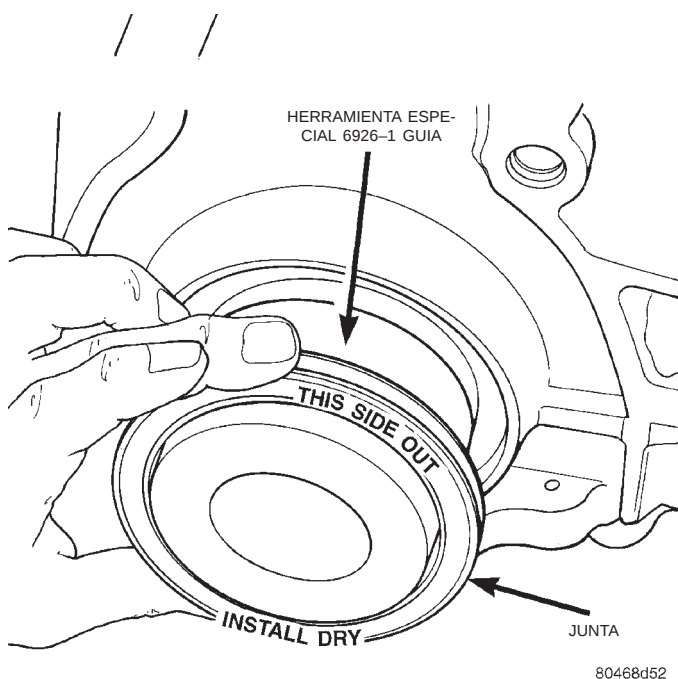

Fig. 79 Junta trasera del cigüeñal y herramienta especial 6926-1
(1) Coloque la herramienta especial 6926-1 en el cigüeñal. Esta es una herramienta de guía que posee una base magnética (Fig. 79).
(2) Emplace la junta sobre la herramienta de guía. Cerciérese de que se puedan leer las palabras **THIS SIDE OUT** (este lado hacia afuera) en la junta (Fig. 79). La herramienta de guía debe permanecer sobre el cigüeñal durante la instalación de la junta. Asegúrese de que el reborde de la junta quede mirando hacia el cárter durante la instalación.